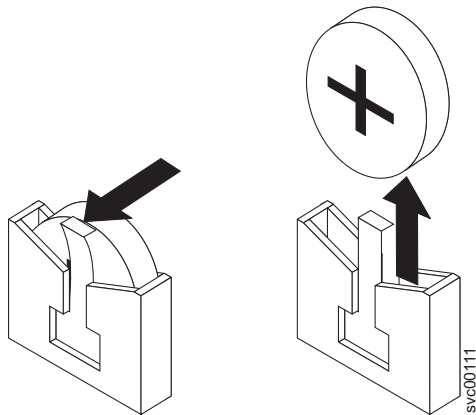

図 97. CMOS バッテリー・ホルダー
- a. 1本の指で、バッテリーをハウジングに保護しているリテーナー・タブを引きます。図 97 を参照してください。